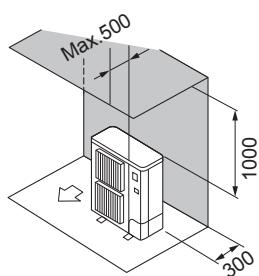

Fig. 2-4
- ② Enbart hinder på baksidan och ovansidan (Fig. 2-4)